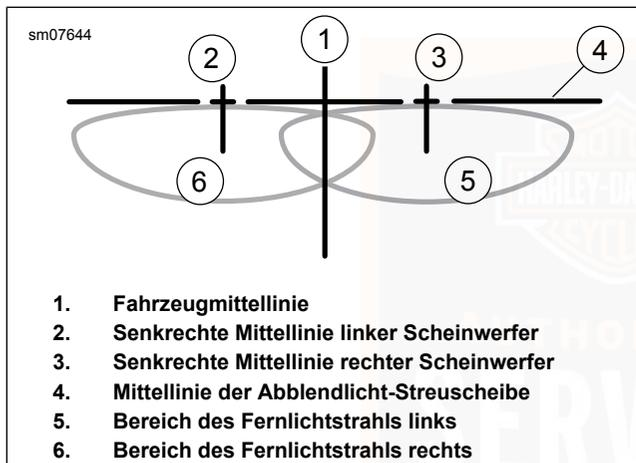

Abbildung 98. Scheinwerferstrahlmuster: Doppel-LED
- b. Siehe Abbildung 98. Die Scheinwerfer sind korrekt eingestellt, wenn sich die Lichtstrahlen des Abblendlichts auf oder unter der Linie (4) und genau auf den Linien (2, 3) befinden.
5. Siehe Abbildung 98. Den rechten Scheinwerfer abdecken. Linken Scheinwerfer so einstellen, dass der Oberrand des hell beleuchteten Bereichs (6) auf oder unter der horizontalen Linie (4) und mittig unter der linken Mittellinie (2) liegt.
6. Rechten Scheinwerfer abdecken. Rechten Scheinwerfer so einstellen, dass der Oberrand des hell beleuchteten Bereichs (5) auf oder unter der horizontalen Linie (4) und mittig unter der rechten Mittellinie (3) liegt.